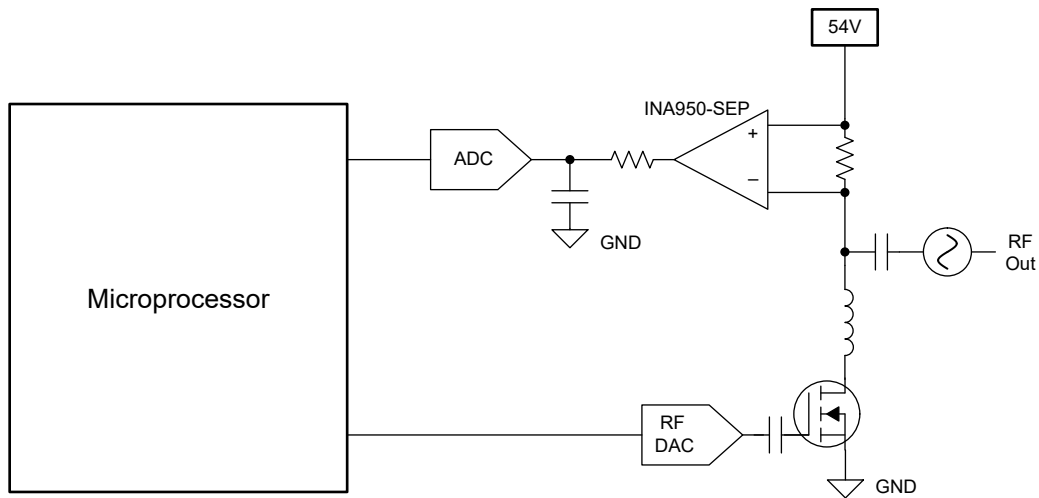

图 7-2. PA 应用中的电流检测
INA950-SEP 是一款单向电流检测放大器, 能够通过分流共模电压为 2.7V 至 80V 的电阻分流器来测量电流。图 7-2 显示了用于在高侧射频 (RF) 功率放大器 (PA) 应用中监测电流的电路配置。